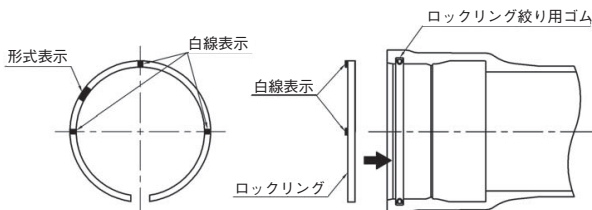

図9 ロックリングのセットの向き
- (4) ロックリング分割部をコイル状に重ね合わせ、受口溝内に預け入れる。このとき、ロックリングを受口溝内に預け入れる場合は、ロックリングの白線表示が受口端面側から見えるようにセットする（図9）。